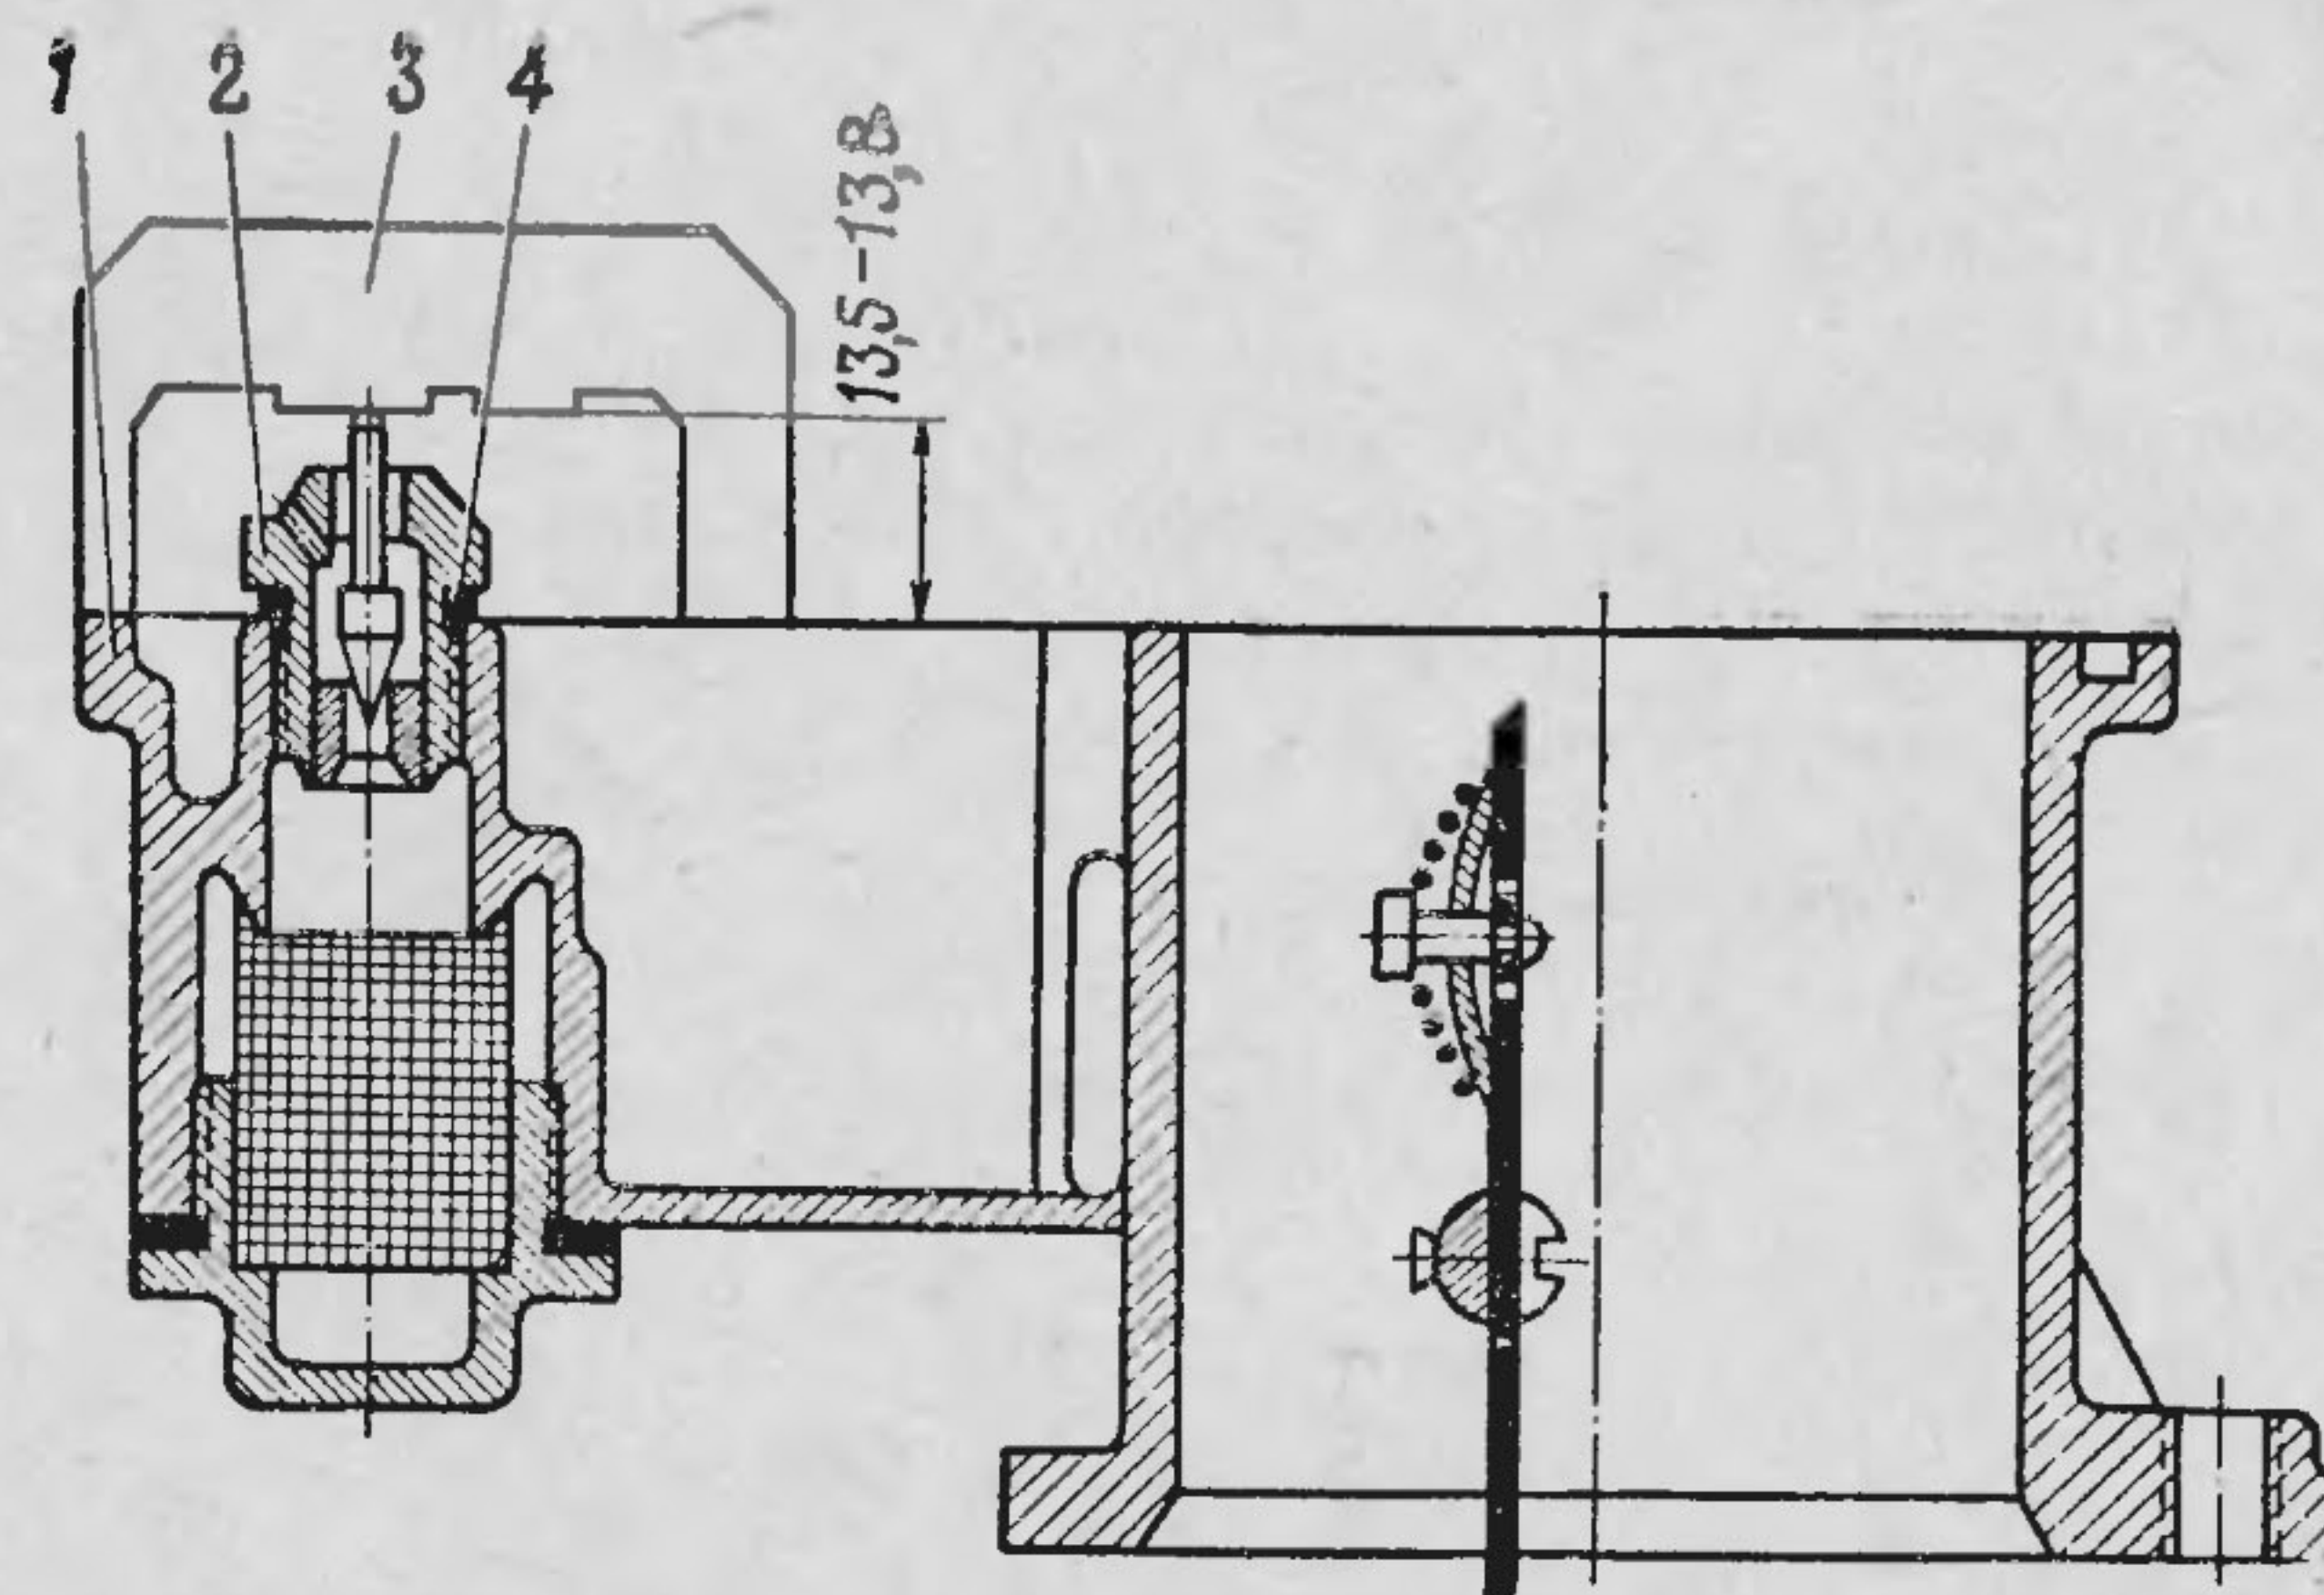
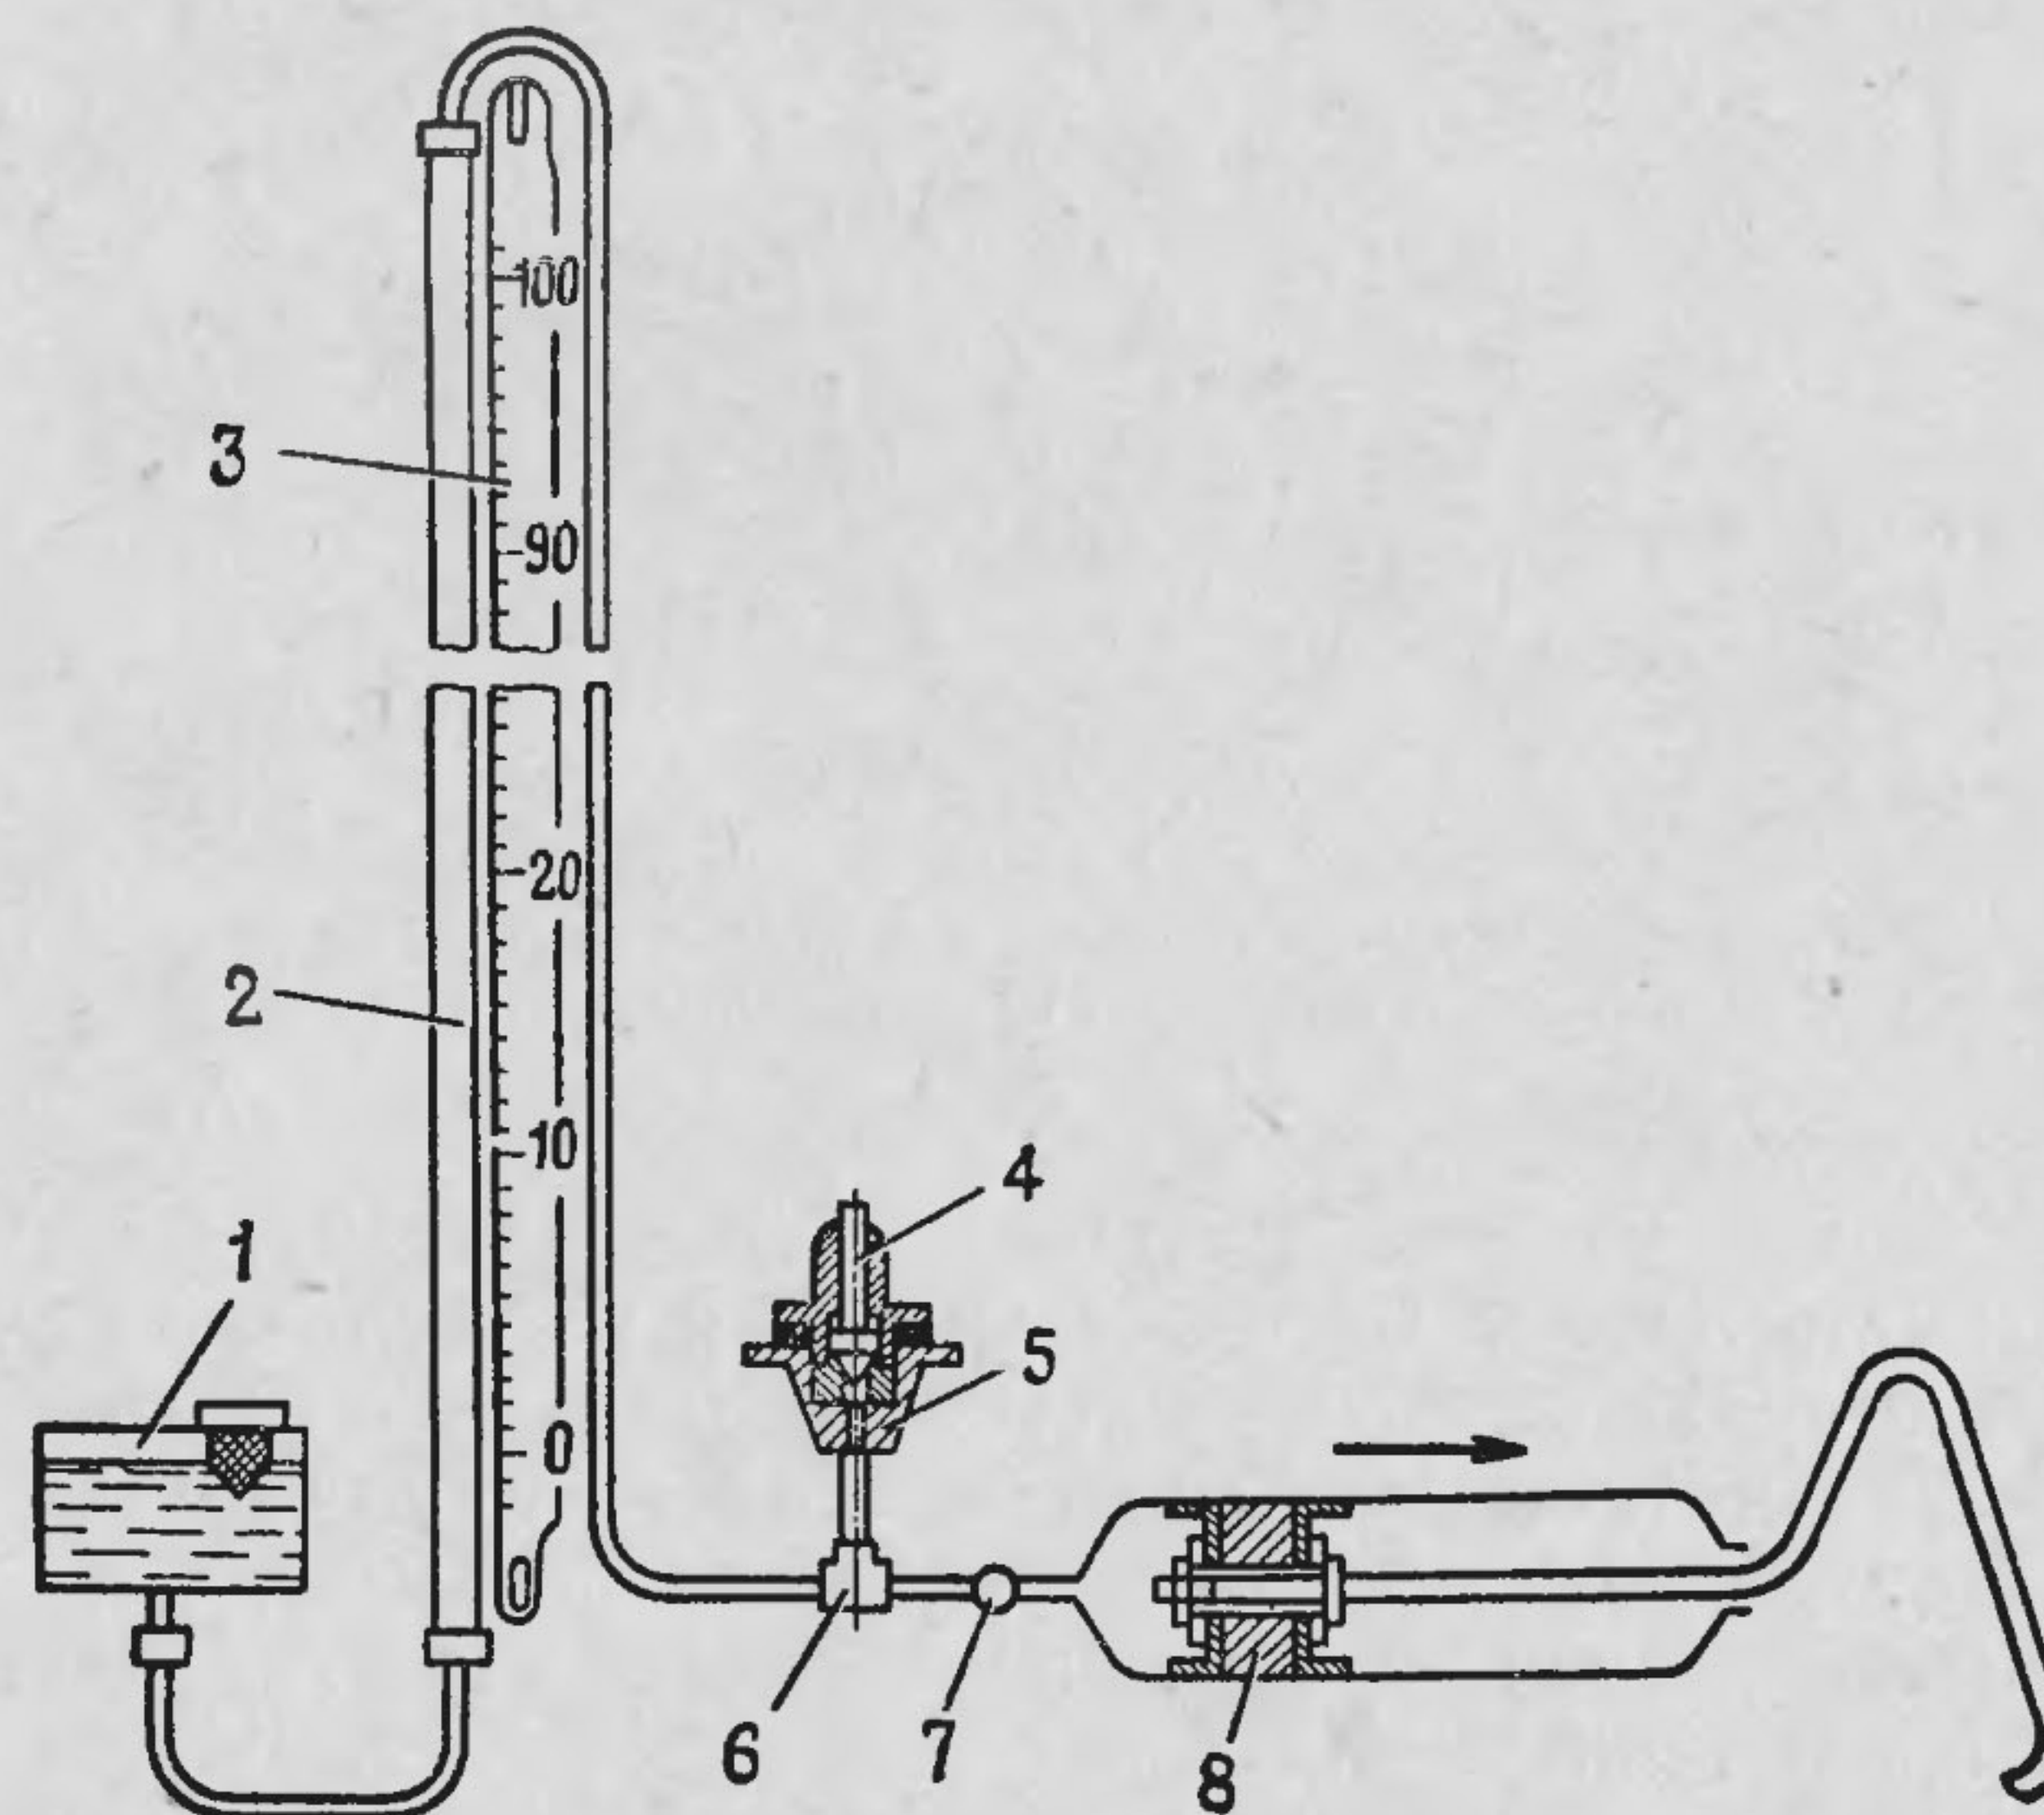

Рис. 60. Проверка правильности установки игольчатого клапана подачи топлива:
Рис. 61. Схема установки для проверки герметичности игольчатого клапана:
6. Вывернуть корпус игольчатого клапана 2 (рис. 60) поплавковой камеры и проверить его на герметичность на специальной вакуумной установке (рис. 61). При этом уровень воды в контрольной трубке 2 не должен уменьшаться под действием разрежения, равного 1 м вод. ст.
8. Установить корпус игольчатого клапана на место и отрегулировать с помощью прокладок 4 (рис. 60) высоту игольчатого клапана, которая должна быть равной 13,5—13,8 мм.